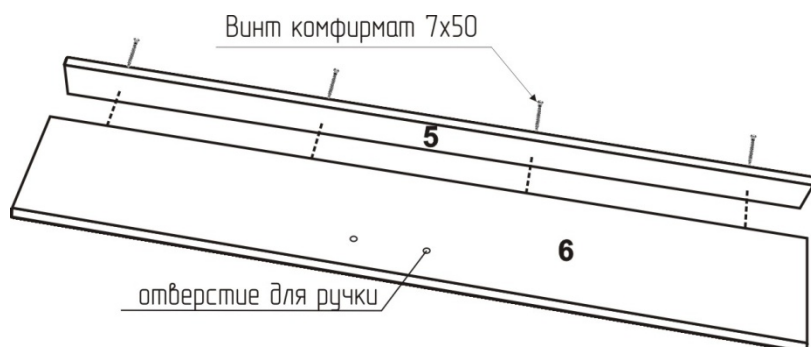

рис. 11
12. Соединить декоративную планку (5) с полкой (6), используя винт конфирмат 7x50 (рис.11).